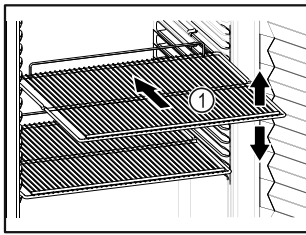

Fig. 47 Példaként szolgáló ábrázolás
- Ha a tároló rácsok Fig. 47 (1) áthelyezhetők, akkor igazítsa be őket a kívánt magasságnak megfelelően.